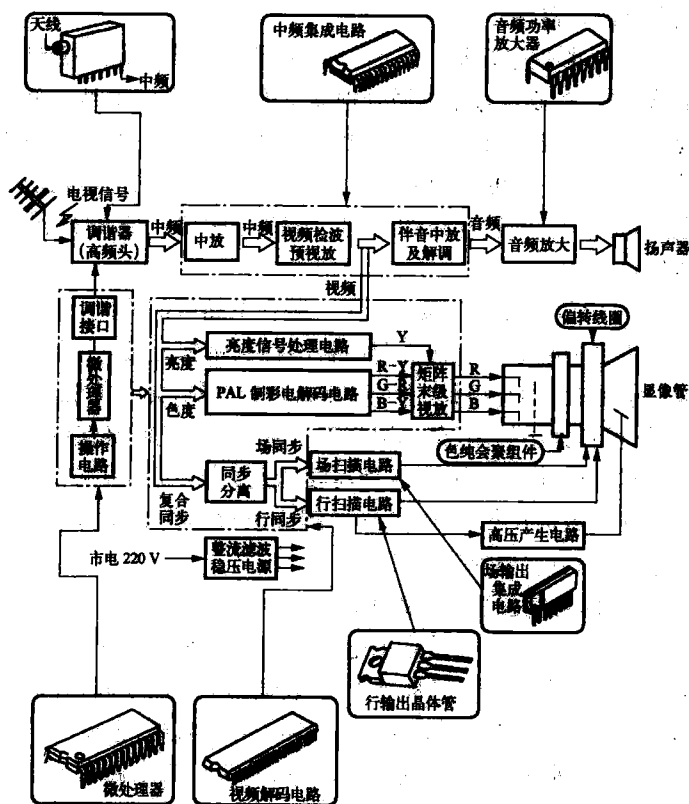

图 1-3 彩色电视机电路框图
图 1-3 是一台普通彩色电视机的电路框图。从图可见,它主要是由调谐器(高频头)、中频通道(视频检波、伴音解调)、音频电路、视频信号处理电路(亮度电路、色度解码电路)、行/场偏转电路、行输出变压器、系统控制电路和开关电源等部分组成的。这些电路按照它们的功能大致可分为公共通道、解码器电路和成像系统三大部分。公共通道的作用是把由天线接收来的高频彩色电视信号变成视频的彩色全电视信号和伴音的音频信号,实际上这部分就是黑白电视机的信号系统;解码器是彩色电视机特有的电路,它是与彩色电视制
① 亮度通道与色度通道。从图 1-3 可见,彩色电视中频